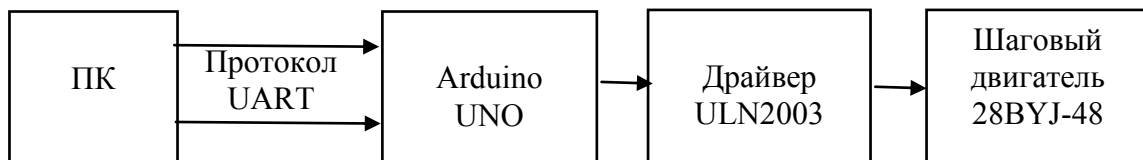

Рис. 3. Схема управління шаговим двигателем з допомогою ПК, використовуючи протокол UART
1. Необхідно зібрати установку в відповідності со схемою (рис. 3).